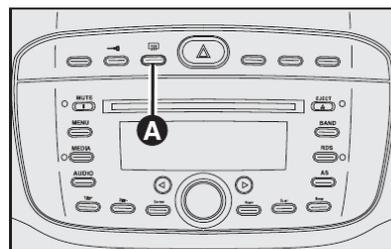

fig. 57
DESEMBAÇAMENTO/DESCONGELAMENTO DO VIDRO TRASEIRO TÉRMICO - fig. 57
- vidro traseiro térmico (para acionar/desacionar somente vidro traseiro térmico, pressionar o botão **A - fig. 57**);